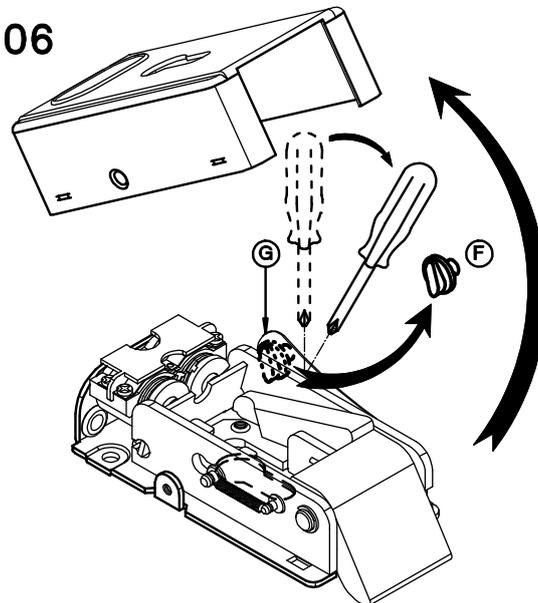

Fig.4
(GB) TO ADJUST THE BACKSET OF THE LOCK (ONLY FOR LOCK V9083 WITH ROUND CYLINDER - SEE FIGURE 4)
(D) EINTRITT REGELUNG (NUR FÜR ELEKTROSCHLOSS V9083 MIT RUNDZYLINDER - SEHEN SIE FIGURE 4)
(F) POUR REGLER LA DISTANCE D'ENTRÉE (SEULEMENT POUR SERRURE V9083 AVEC CYLINDRE ROND - VOIR FIGURE 4)
(GB) HOW TO CHANGE OPENING FUNCTION (ONLY FOR LOCKS V06 AND V9083 - SEE FIGURE 4)
(D) ÖFFNUNG ÄNDERUNG (NUR FÜR ELEKTROSCHLÖSSER V06 ET V9083 - SEHEN SIE FIGURE 4)
(F) MODIFIER LA FONCTION D'OUVERTURE (SEULEMENT POUR LES SERRURES V06 ET V9083 - VOIR FIGURE 4)